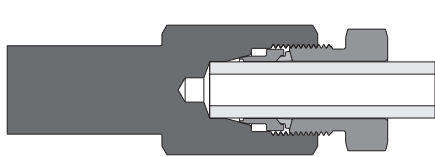

图5
2. 将管子插入到预装器的端口上，拧紧卡套螺母至手紧位置，并确保管子稳固地抵在端口的肩部 (图 5)。